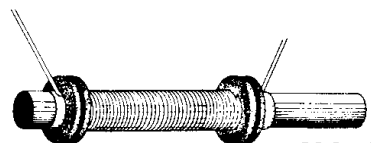

Abb. 35
**Spezielle Arbeiten:** Die Eingangsspulen mußt du dir selbst wickeln. Lege zunächst ein Stück Papier um den Ferritstab und befestige es mit Gummiringen. Dann wickle 29 Windungen isolierten Draht auf den Ferritstab (Abb. 35), und mit neuem Draht lege noch einmal 6 Windungen über die ersten 29 (Abb. 36).